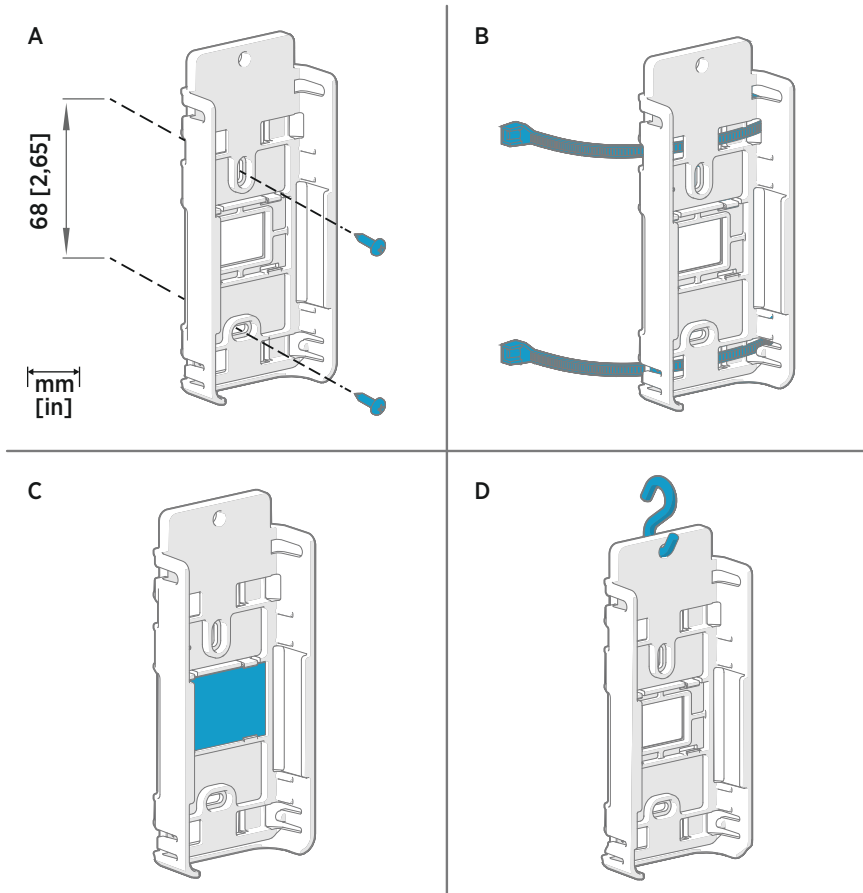

Abbildung 7 Befestigungsarten des RFL100
2. Bringen Sie die Halterung mit einer der in Abbildung 7 \(Seite 16\) beschriebenen Befestigungsarten an. Richten Sie die Halterung vertikal aus, sodass die Sonde oder das Sondenkabel nach der Installation nach unten zeigt. Bringen Sie den RFL100 nicht ohne die Halterung an.